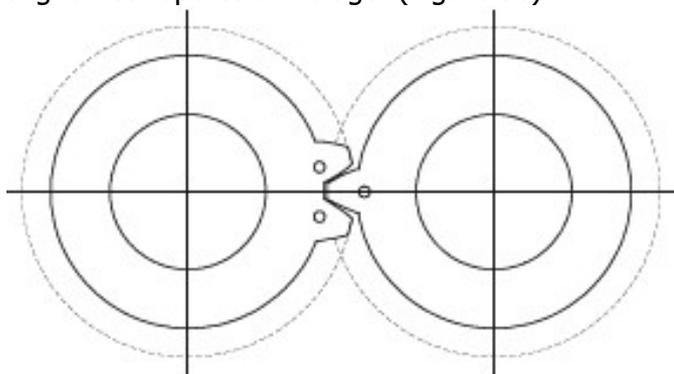

Figure 36 - Repères de calage
**REMARQUE:** lors du montage du second pignon, aligner les repères de calage. (Figure 36)
- Lorsque les écrous de palier sont serrés au couple indiqué dans le tableau 7 répéter les 7 étapes de la liste ci-dessus pour installer les clavettes d'engrenage (28), les pignons (6), les rondelles à languette (7) et écrous d'engrenage (8). Veiller à ce que les repères de calage (Figure 36) soient alignés.